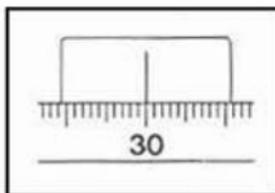

Рис.17
**Пример:**  $30^\circ$ . (Рис. 17)